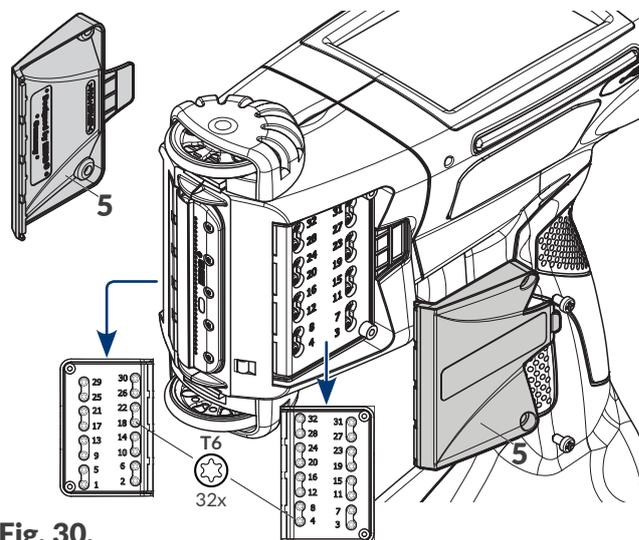

Fig. 30.
1. Con un cacciavite a croce svitare i viti di fissaggio dei coperchi **5** dai due lati della stampante (vedi **Fig. 30**).
15. Dopo aver ottenuto una qualità soddisfacente delle stampe terminare la procedura della sintonizzazione e montare il coperchio **5** (vedi **Fig. 30 a pagina 141**).